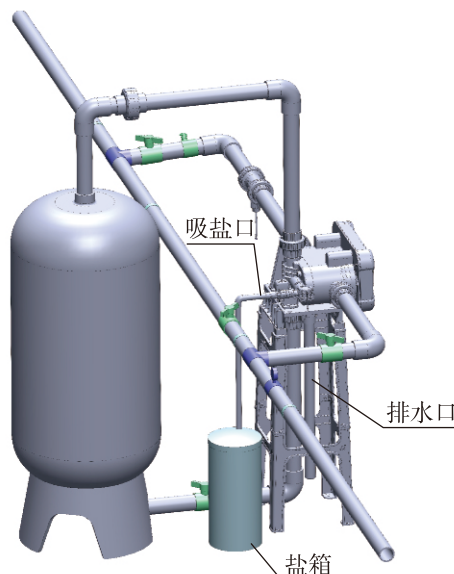

图1-6
④安装吸盐管路
- a、如图1-6所示，用DN20的UPVC管及管件将盐箱中的盐阀与控制阀的吸盐口连接。